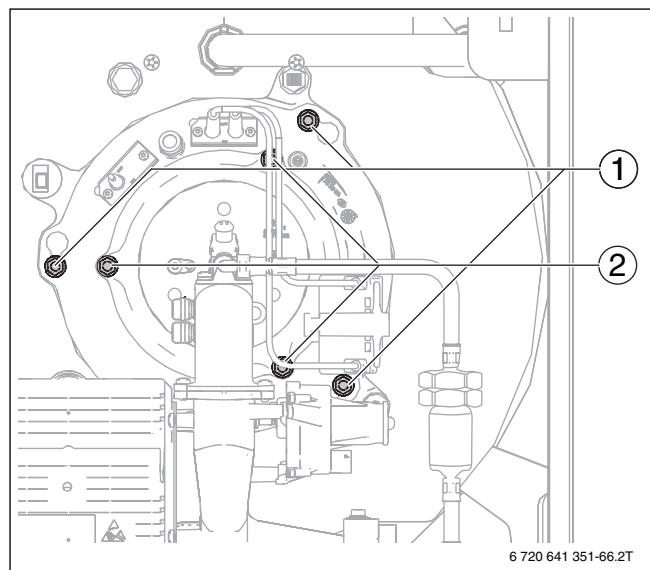

Bild 72 Befestigungsmuttern lösen
- ▶ Befestigungsmuttern am Brennerflansch (Bild 72, [1]) lösen.
- Befestigungsmuttern am Brennergehäuse (→ Bild 72, [2], Seite 43) entfernen.
- Brenner in Wartungsposition einhängen (T-förmiger Ausschnitt in der Verkleidung oben rechts/links) (→ Bild 72, Seite 43).